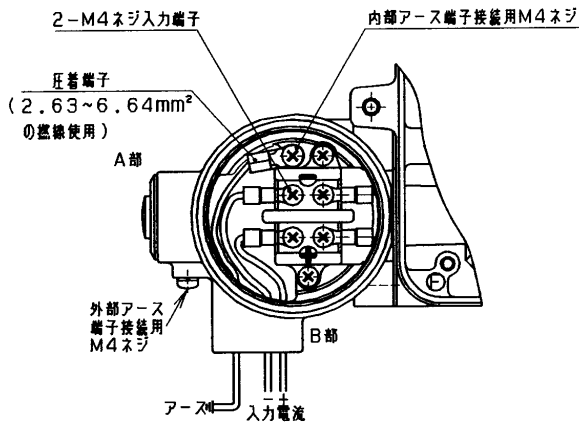

図14 端子箱付の場合
- (1) 調節計からの出力端子の+, -とポジションナ端子箱の入力端子の+, -をそれぞれ接続します。導線引込部口径は、管用平行ねじG1/2深さ16.5mmめねじとなっています。
- (2) 引き込み部は、図14のA部、B部2ヶ所ありますので（図中では、B部使用）用途に合わせて御使用ください。